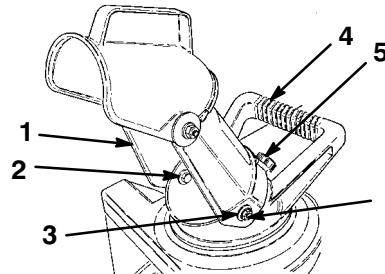

Figure 3
- Engagez les trous de l'éjecteur sur les boulons à tête hexagonale de chaque côté de la poignée de l'éjecteur (Fig. 3).
- Fixez l'éjecteur sur les boulons à tête hexagonale au moyen de deux rondelles et de deux contre-écrous (Fig. 3).
- Vissez fermement le bouton sur la vis à l'arrière de l'éjecteur (Fig. 3).